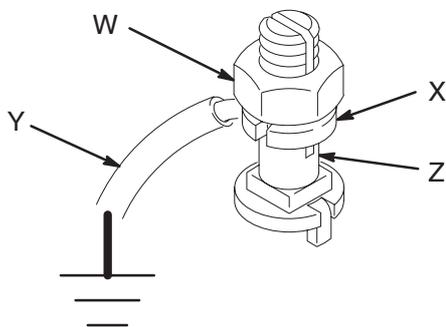

Abb. 2
*Alle anderen Pumpen*: Erdungskabel und Klammer verwenden. Siehe Abb. 2. Die Sicherungsmutter (W) und die Scheibe (X) der Erdungsöse lösen. Ein Ende eines mindestens 1,5 mm2 dicken Erdungskabels (Y) in den Schlitz der Öse (Z) stecken und die Sicherungsmutter fest anziehen. Das andere Ende des Kabels mit einer guten Masse verbinden. Erdungskabel und Klammer mit Teile-Nr. 237569 bestellen.